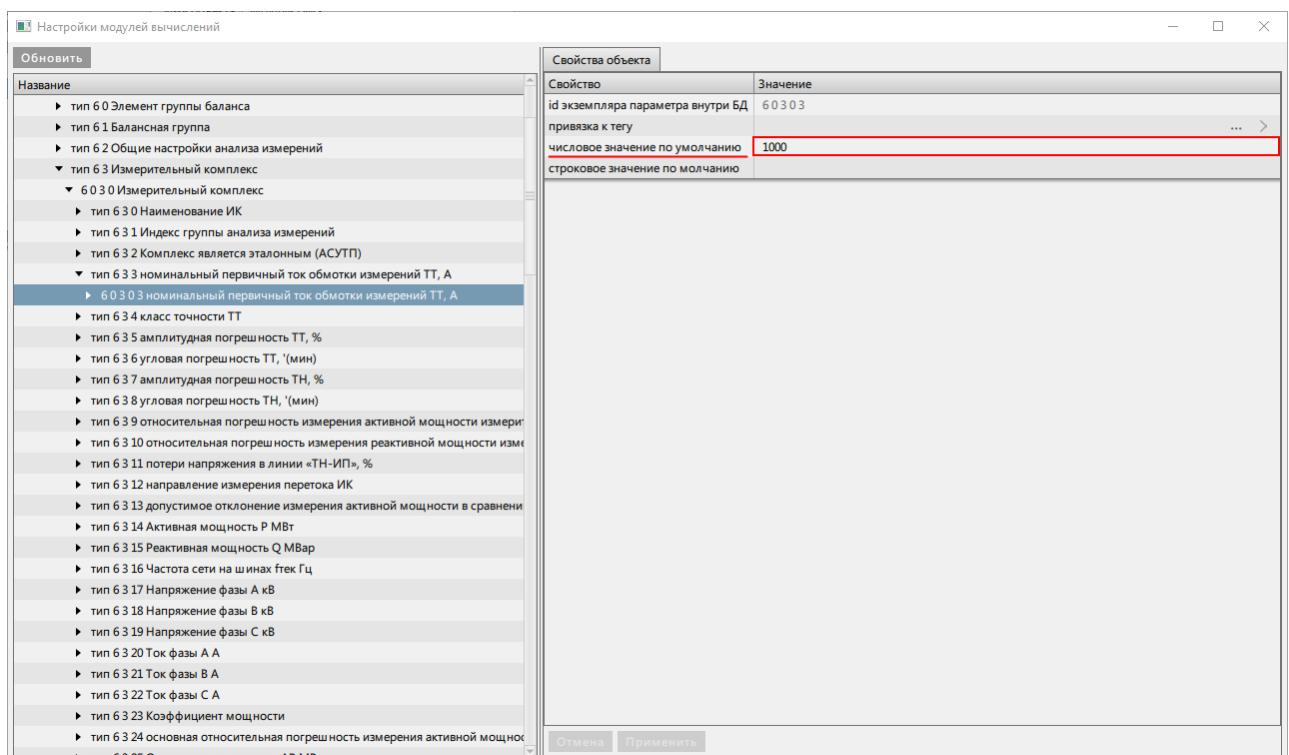

Рисунок 440 - Числовое значение по умолчанию
2. Напротив строки **числовое значение по умолчанию** задайте значение или выберите его из выпадающего списка (Рисунок 440).